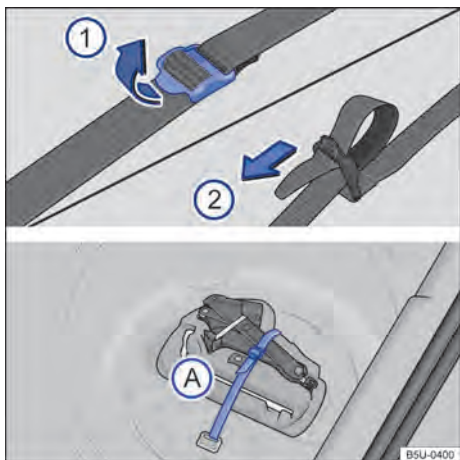

Fig. 159 No compartimento de bagagem: cinta de fixação da caixa de ferramentas e caixa de ferramentas de bordo.
Para soltar a cinta de fixação → Fig. 159 (A), puxar a fivela no sentido da seta ①.